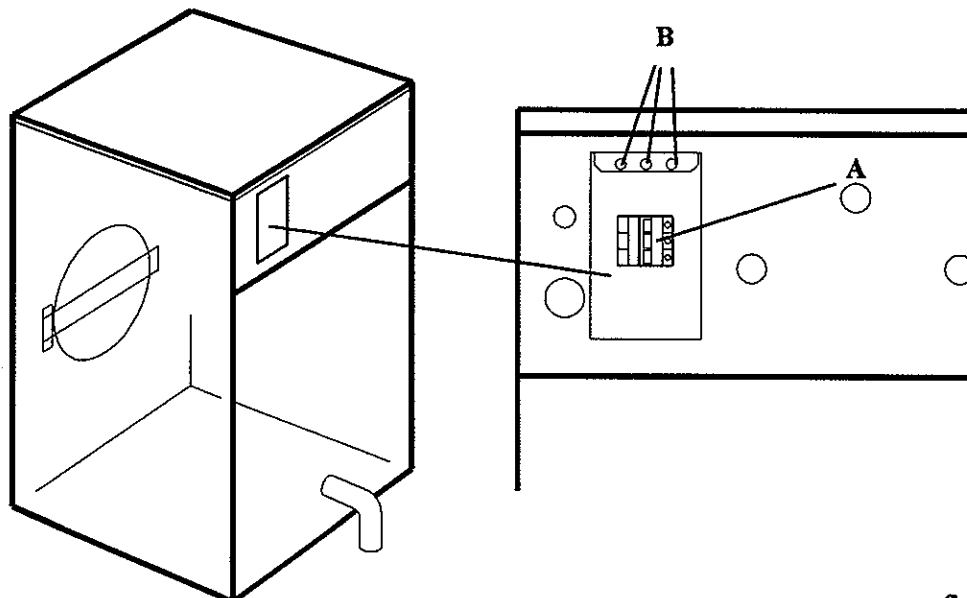

fig. 5
- Automatic switch for Motor Circuit Protection. Located inside the terminal block (*fig. 5/A*), at the rear of machine.
- Control circuit fuses. Located inside the terminal block (*fig. 5/B*), at the rear of the machine.
- Interruptor Automático protección Circuito Motores. Situado en el interior de la caja de bornes (*fig. 5/A*), en la parte posterior de la máquina.
- Fusibles del circuito de mando. Situados en el interior de la caja de bornes (*fig. 5/B*), en la parte posterior de la máquina.
- Interrupteur Automatique de protection du Circuit des Moteurs. Placé à l'intérieur du boîtier de bornes (*fig. 5/A*), à l'arrière de la machine.
- Les fusibles du circuit de commande. Placés à l'intérieur du boîtier de bornes (*fig. 5/B*) à l'arrière de la machine.